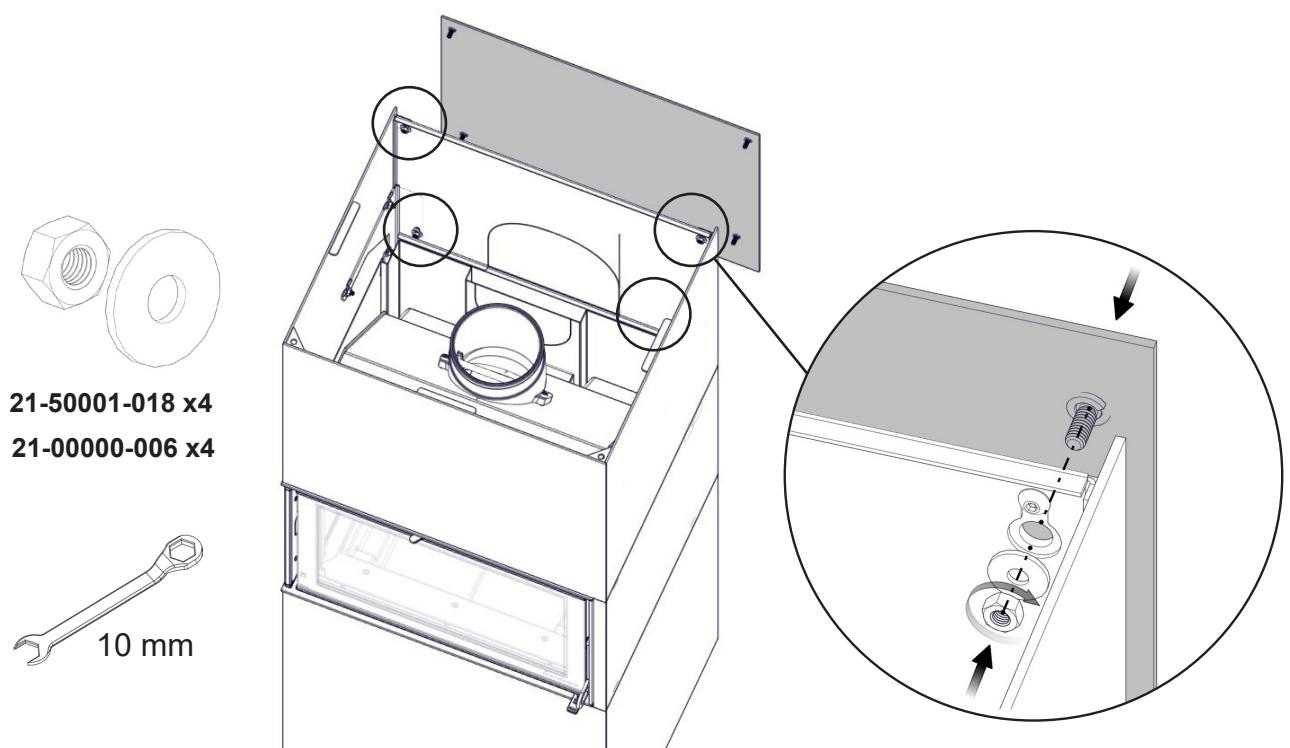

**FIG 19a**
**Nordpeis Box N-20A \*\*\* → FIG 19a - 19d**